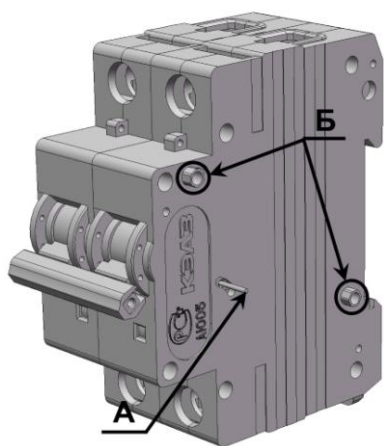
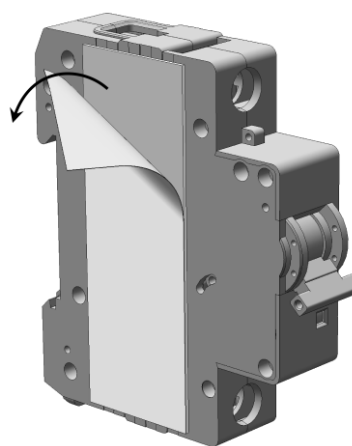

Рис.1
Рис.2
Конструктивно представляет собой электромагнит, который через штифт А рис.1 воздействует на механизм свободного расцепления автоматического выключателя. При подаче питающего напряжения на выводы С1 и С2 модуля РН он должен сработать и отключить автоматический выключатель. Монтируется справа от выключателя. Для предотвращения выхода из строя катушки независимого расцепителя она включена последовательно с размыкающим контактом.
1. Ручку выключателя и РН переведите в отключенное положение (рис.1, рис.2).
2. В отверстия правой боковины выключателя OptiDin VM63 установите до упора две втулки Б в указанных местах и через отверстие в правой боковине вставьте штифт А в отверстие рейки до упора (рис.1).
3. С левой боковины РН удалите защитную пленку со скотча двухстороннего (рис.2).